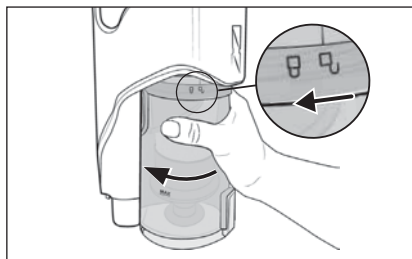

Fig. 22
- 2) Pour extraire le bac à poussière **7** de l'appareil, tournez-le en direction du symbole  (ouvrir) jusqu'à ce qu'il se détache de l'appareil (voir fig. 22).